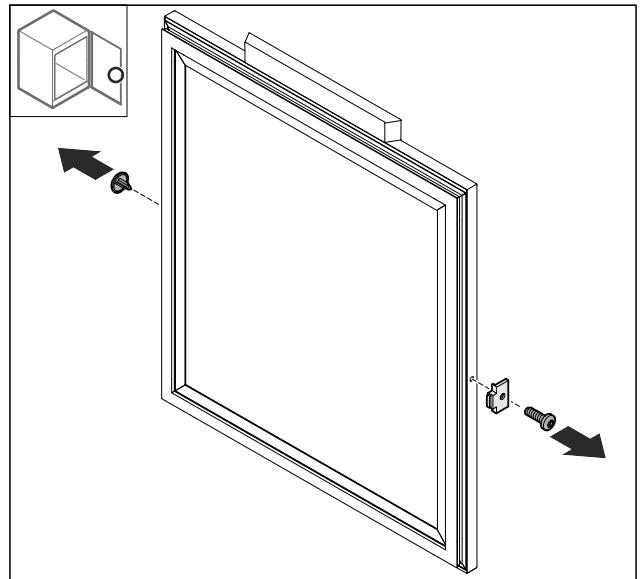

Fig. 69
- ▶ Retirer le cache Fig. 69 (1).
- ▶ Démontez la butée de porte Fig. 69 (2).